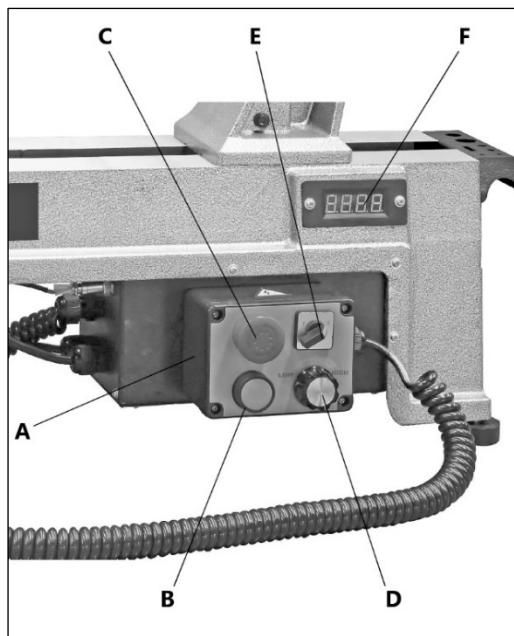

Рисунок 3.
- Установите переключатель направления вращения Е (рис. 3) в нейтральное положение (0) и поверните ручку D скорости шпинделя до упора против часовой стрелки.
Для изменения скорости внутри выбранного диапазона, поворачивайте рукоятку D (рис. 3) регулировки скорости, результат регулировки можно отследить на дисплее F. Выбрать направление вращения можно с помощью переключателя Е.